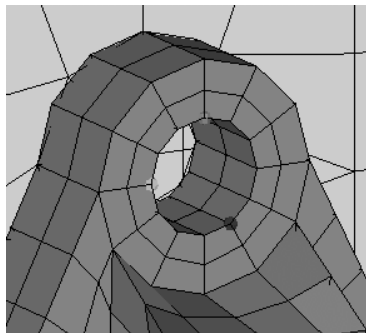

图 10-12 顶部 3 个节点
- (1) 放大顶部螺栓孔到如图 10-12 所示的位置。
- (2) 按〈F4〉键进入 Distance 面板。
- (3) 选择 three nodes 子面板。
- (4) 在图形区选择螺栓孔顶部的 3 个节点, 作为 N1、N2、N3, 如图 10-12 所示。